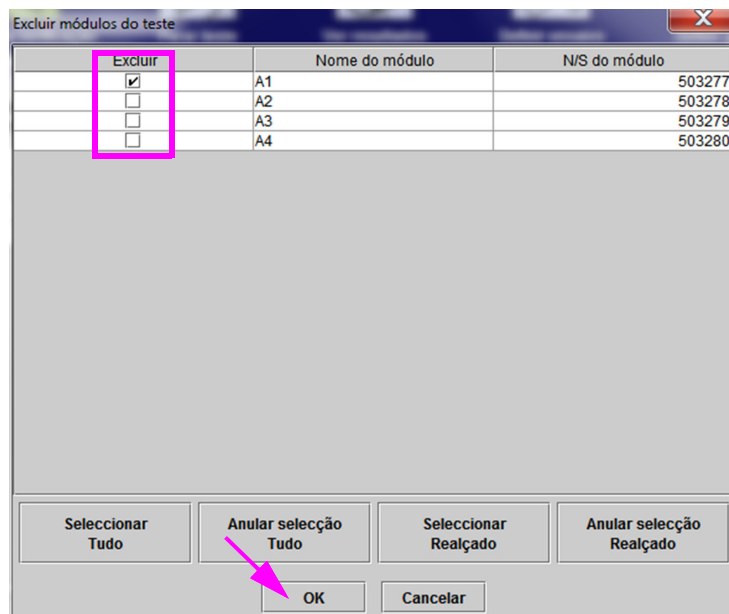

Figura 9-37. Caixa de diálogo Excluir módulos do teste
2. Clique em **Manutenção** na barra de menus e seleccione **Excluir módulos do teste**. É apresentada a caixa de diálogo Excluir módulos do teste. Consulte a figura 9-37.
4. Prima o botão **OK** para guardar as alterações à caixa de diálogo Excluir módulos do teste (consulte a figura 9-37).